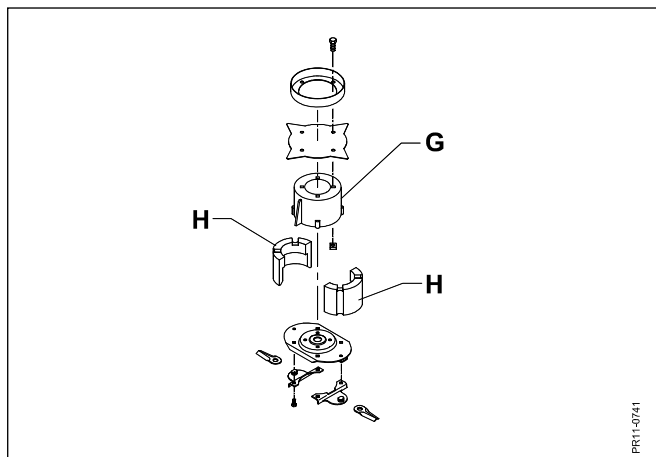

Fig. 5-7
- Fig. 5-7 Skiverne er opbygget af meget få dele. En indsats **H** udfylder hulrummet i flowhatten **G** for at undgå vibrationer, som følge af opbygning af afgrøde eller andre urenheder i hatten.